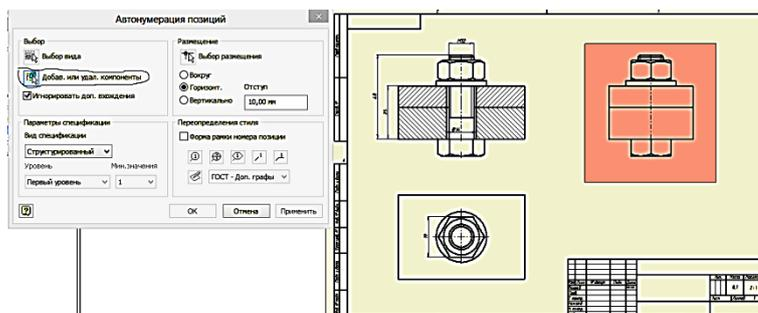

Рис. 108. Выбор вида
21. Наведите курсор на вид слева сборки. Щелчком левой кнопки мыши выберите вид, когда он будет выделен красной пунктирной границей. Для выполнения данного упражнения выберите все компоненты вида. Щелкните в левом верхнем углу геометрии вида и переместите указатель мыши вниз и вправо. Розовый прямоугольник должен охватывать всю геометрию вида (рис. 108).